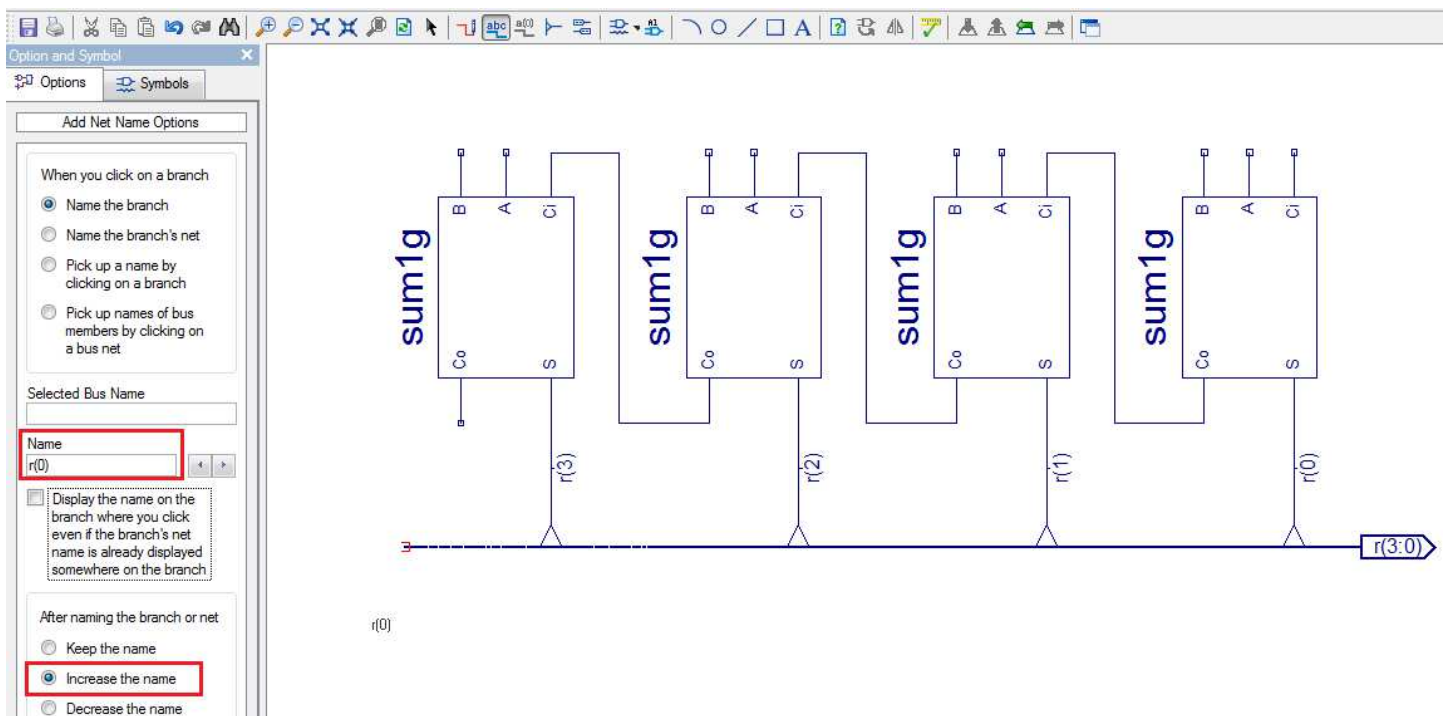

figura 18
Pentru a schimba numele conexiunilor adăugate apăsați butonul **Add net name**, setați **Increase the Name** și porniți cu r(0) conform marcajelor cu dreptunghi roșu din figura 18. Numele se schimbă conform metodei prezentate în laboratorul 2. După ce schimbați toate numele trebuie să obțineți situația din figura 18.